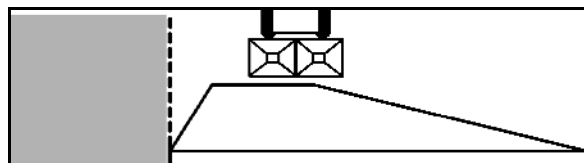

Fig. 76
2. Grøftespredning i samsvar med gjødslingsforskriftene (Fig. 76):